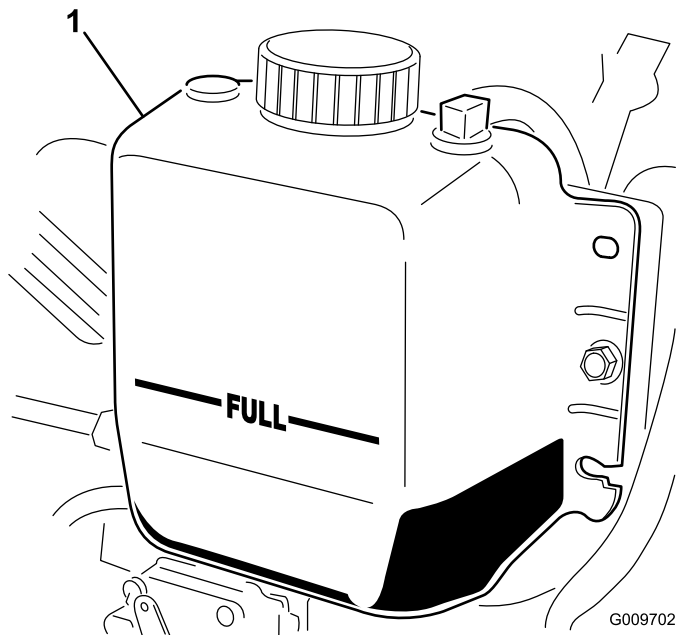

Figure 15
**Remarque:** Le radiateur doit être rempli jusqu'en haut du goulot de remplissage et le vase d'expansion jusqu'au repère maximum (Figure 15).